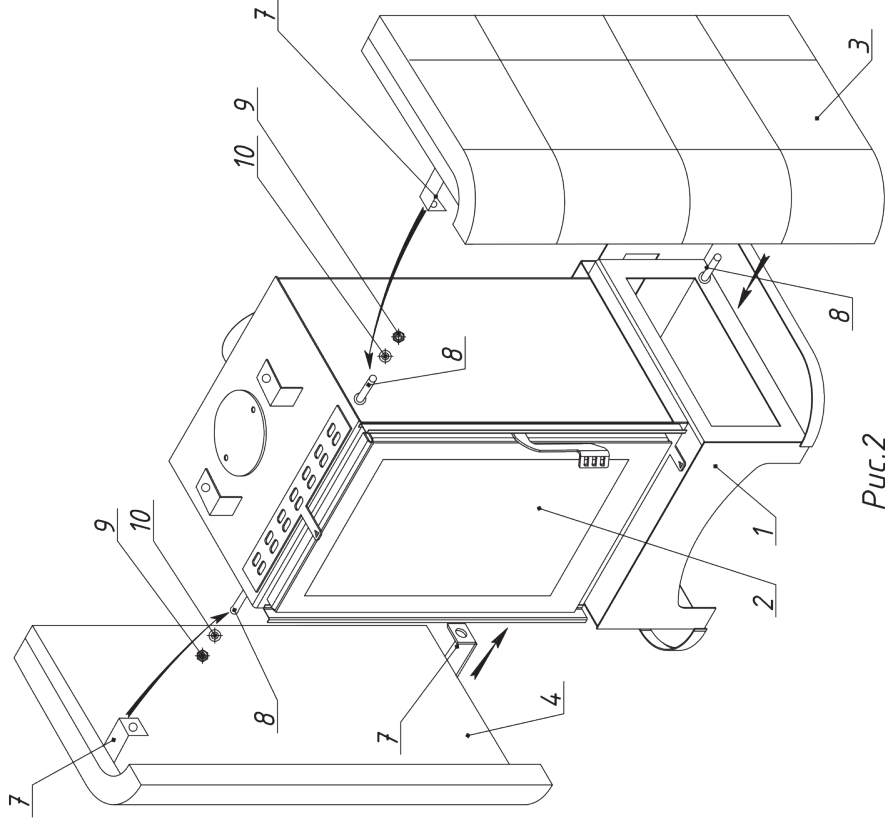

Рис.2
2. Боковые панели 3,4 крепятся кронштейнами 7 к винтам 8 на топке 2 и основании 1 шайбой 10, гайкой 10,11 (Рис. 2)